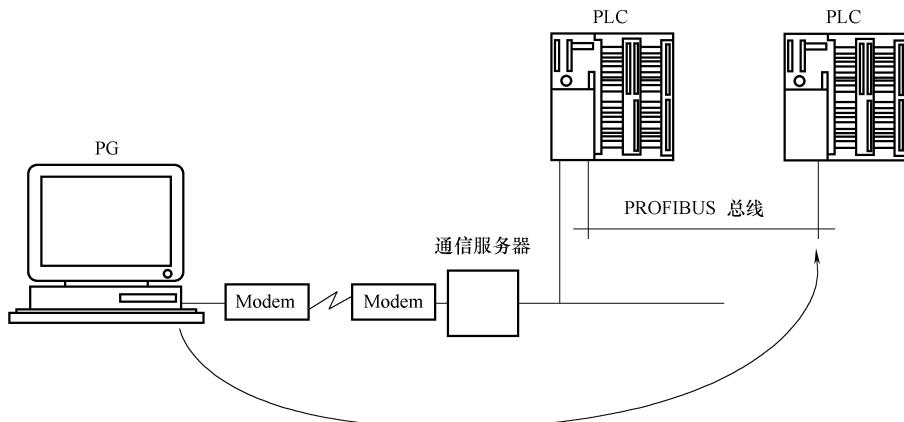

图 3-25 PG 作为远程设备的连接
3) 将 PG 作为远程设备，通过调制解调器（Modem）、通信服务器（Tele Service Adapter）进行远程网络连接，连接如图 3-25 所示。